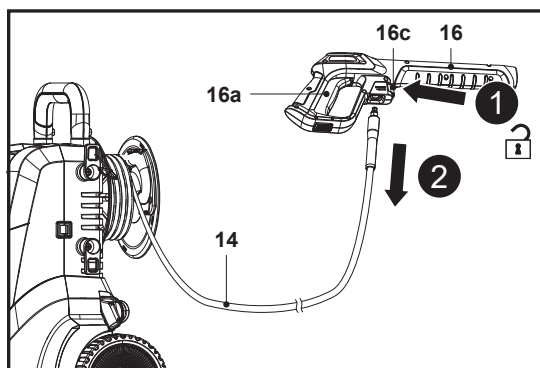

Fig. 8
**AVERTISMENT! NU ÎNNODA ȘI NU ÎNDOI NICIODATĂ FURTUNUL CU PRESIUNE (14) DEOARECE SE POT PRODUCE DAUNE.**
3. Pentru a debransa furtunul cu presiune (14) de la pistolul pulverizator (16), ține apăsată maneta de eliberare rapidă (16c) spre furtun (14) și trage afară furtunul cu presiune (14) (fig. 8, pașii 1, 2).